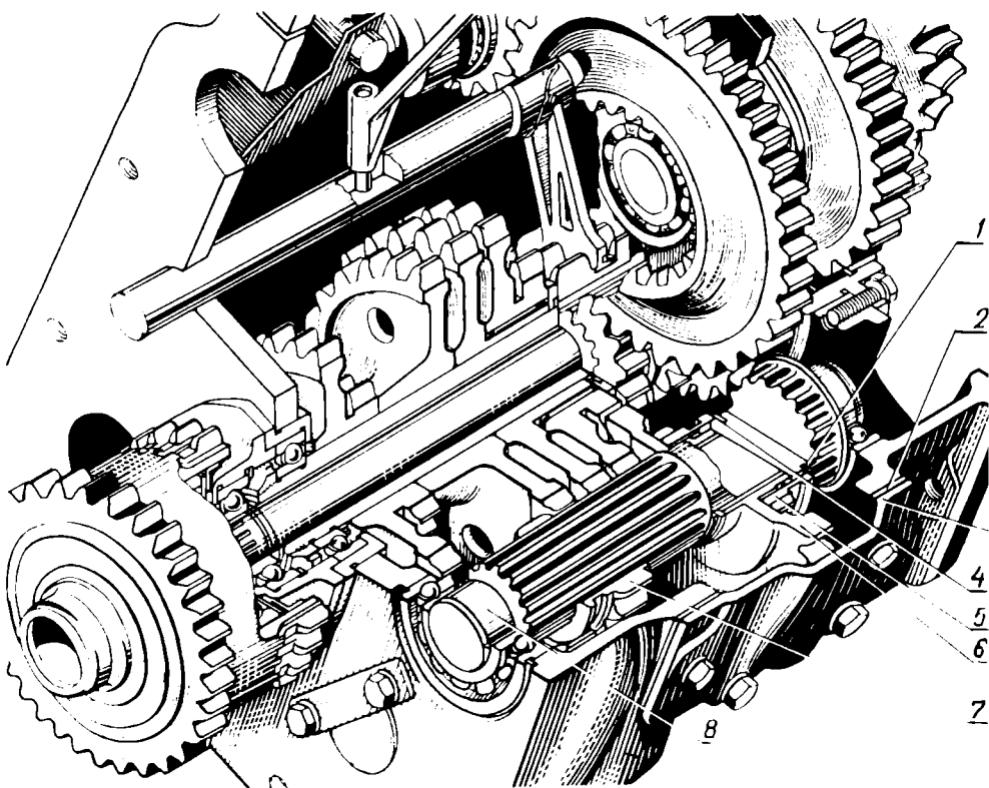

Рис. 40. Место установки гидроходоуменьшителя (КПП) :
5. Освободите шестерню 5 (рис. 40), переместив пружинное кольцо 4 назад до упора в бурт вала 8.